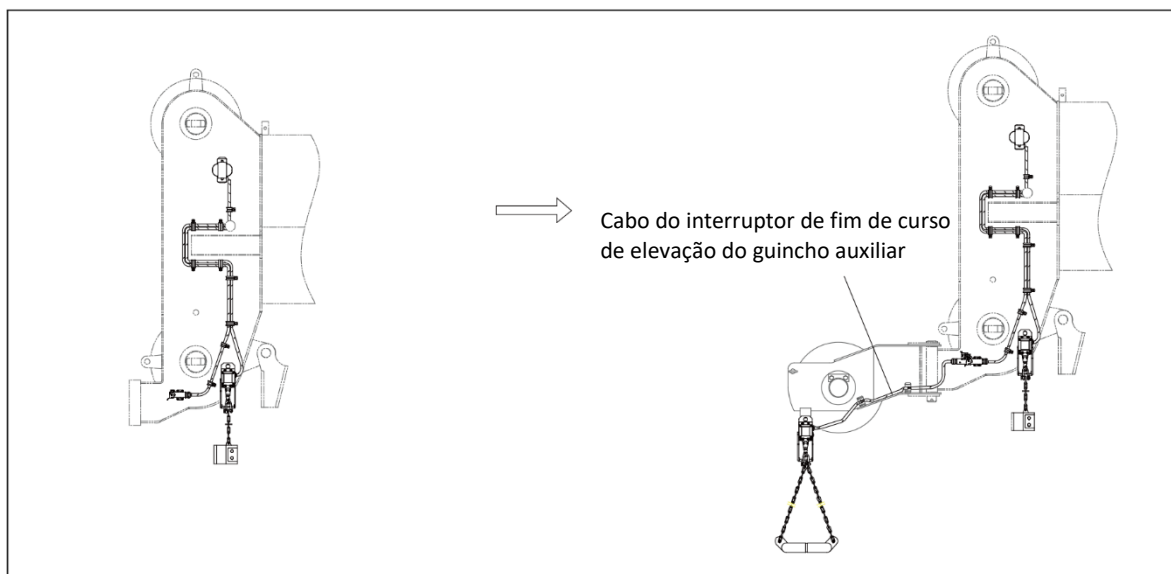

Figura 4-15 Instalação do interruptor de fim de curso de elevação na roldana de cabeça
- 2) Conecte o plugue do interruptor de fim de curso de elevação no soquete na cabeça de lança principal. Consulte a figura 4-15.